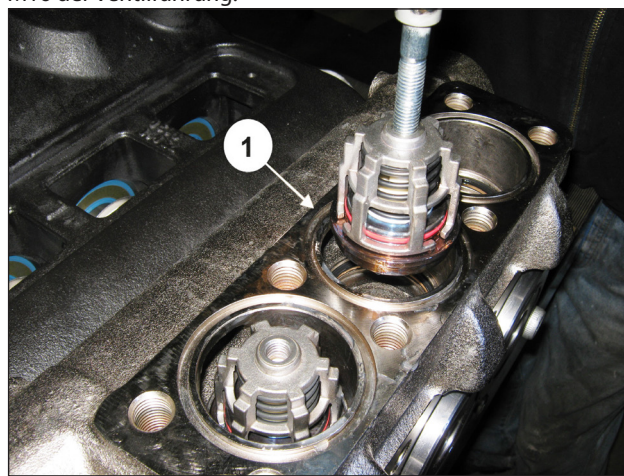

Abb. 102
Entfernen Sie die Druckventilgruppe mithilfe eines Abziehers mit Schlagwerk (Art. 27516400) an der Bohrung M10 der Ventilfehrung (Pos. ①, Abb. 102) oder, zusätzlich, eines eventuellen Adapters M10-M16 (Art. 25089700) am Gewinde M16 der Ventilfehrung.